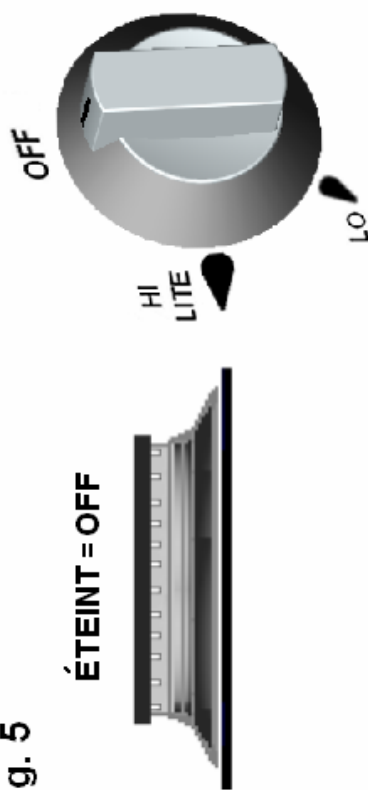

Fig. 7
5. Pour faire mijoter, tourner le bouton dans le sens contraire des aiguilles d'une montre à la position « Lo » (flamme basse) (Fig. 7).